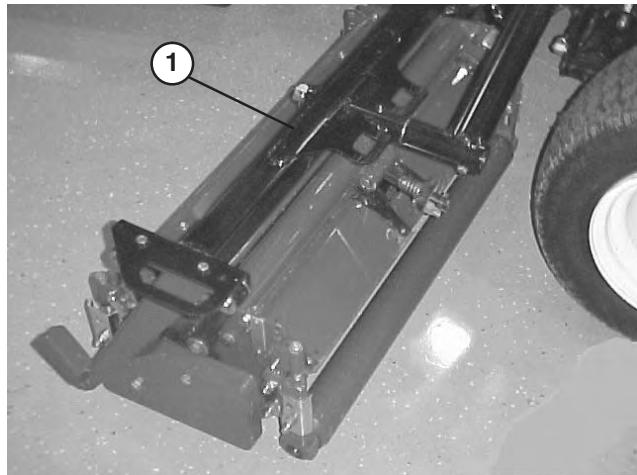
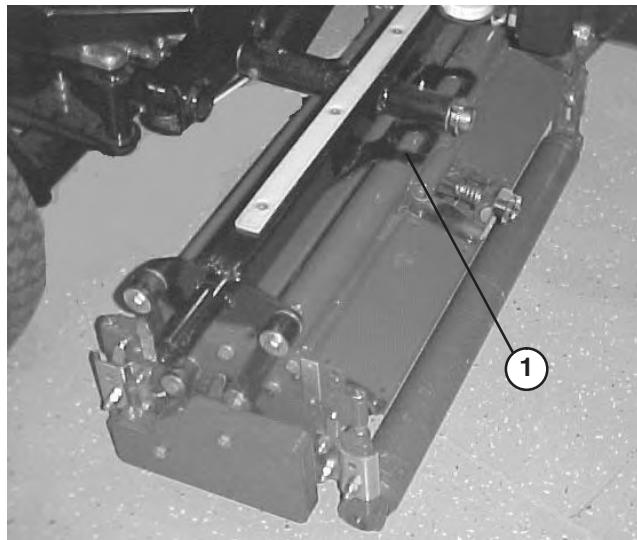
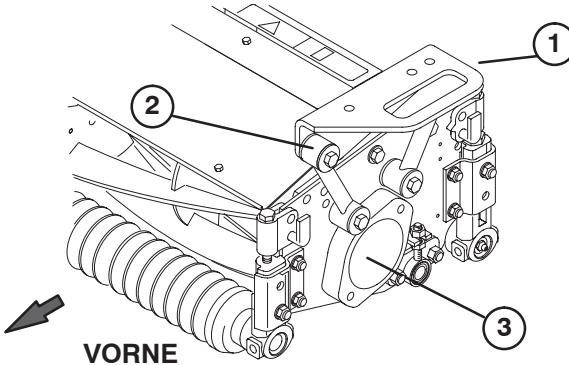

Bild 12
Bild 13
Bild 14
Hinweis: Heben Sie beide Hubarme ganz an. Verlegen Sie jetzt die Schläuche, wie in Bild 14 dargestellt, und lassen Sie einen Abstand zum Hubarm von 1–3 mm.
2. Setzen Sie einen vorderen Trägerrahmen (Bild 12) auf jedes vordere Mähwerk. Richten Sie die Befestigungslöcher mit den Befestigungsanschlüssen aus, wie in Bild 14 dargestellt.
3. Setzen Sie den hinteren Trägerrahmen (Bild 13) auf das hintere Mähwerk, richten Sie die Befestigungslöcher mit den Befestigungsanschlüssen aus, siehe Bild 14.
4. Befestigen Sie jeden Befestigungsanschluss mit einer 3/8-16 x 2-1/4 Zoll langen Kopfschraube, zwei flachen Scheiben und einer Sicherungsmutter am Trägerrahmen, siehe Bild 14. Setzen Sie bei der Montage an jeder Seite des Anschlusses eine Scheibe an. Ziehen Sie sie auf 42 Nm an.
3. Nehmen Sie an den restlichen Mähwerken die Versandabdeckung von den Lagergehäusen ab (Bild 14).